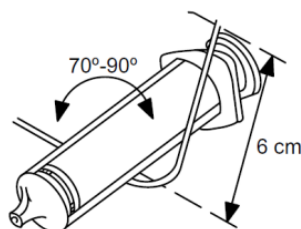

図2. スタイレットを曲げる
2. 目的の機能と硬さのスタイレットを選択する。必要に応じて、滅菌された滑らかな表面の器具(例えば10ccまたは12ccの注射筒など)を使って、スタイレットに緩やかな曲がりをつける("図2 スタイレットを曲げる")。